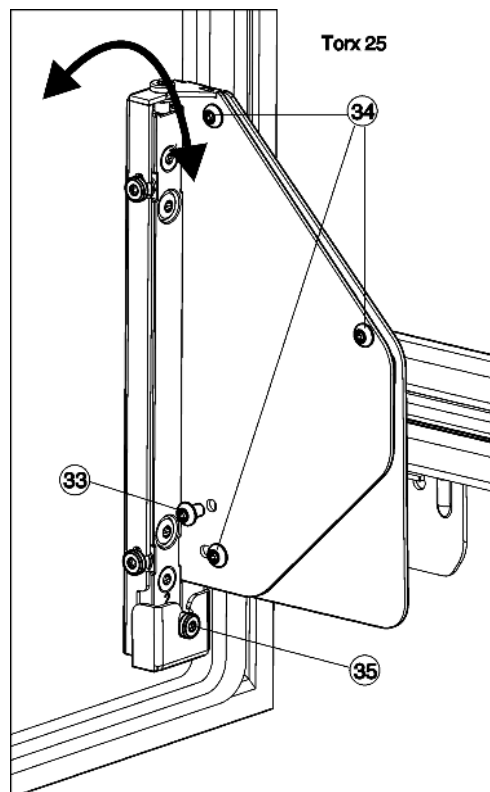

Fig. 25
- ▶ Dévisser entièrement les vis Fig. 25 (34).
- ▷ Les vis Fig. 25 (34) ne sont plus nécessaires, vous pouvez vous en débarrasser.
- ▶ Desserrer les vis Fig. 25 (34) d'1 à 2 tours.
- ▶ Tourner la vis d'ajustement Fig. 25 (35). Dans le sens des aiguilles d'une montre : la porte s'incline en s'éloignant du corps de l'appareil. Dans le sens contraire des aiguilles d'une montre : la porte s'incline vers l'appareil et s'éloigne du corps de l'appareil en bas.
- ▶ Revisser toutes les vis Fig. 25 (34) à fond après l'ajustement de l'inclinaison.